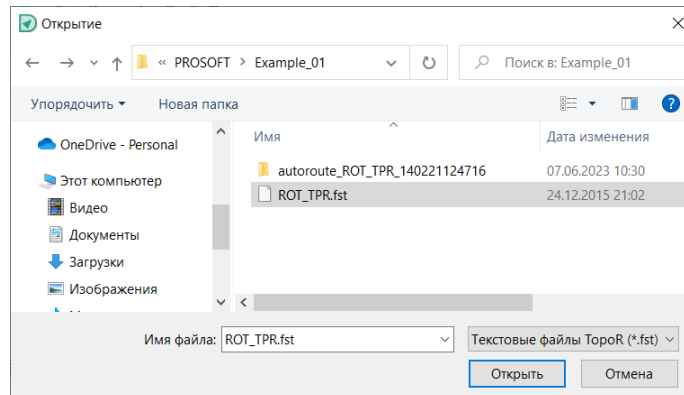

Рис. 66 Выбор файла для импорта в окне проводника
4. В окне проводника выберите файл, см. Рис. 66, и нажмите «Открыть».